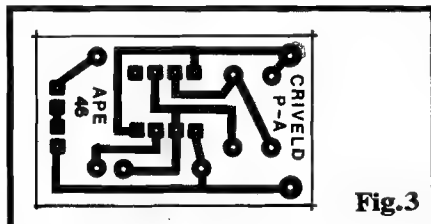

Fig.3
- FIG. 3 - LAY OUT DO CIRCUITO IMPRESSO (TRANSMISSOR) - Simples e pequeno (como exige a necessária portabilidade do módulo), o padrão de ilhas e pistas é mostrado em escala 1:1, sobre uma plaquinha de facílma realização...